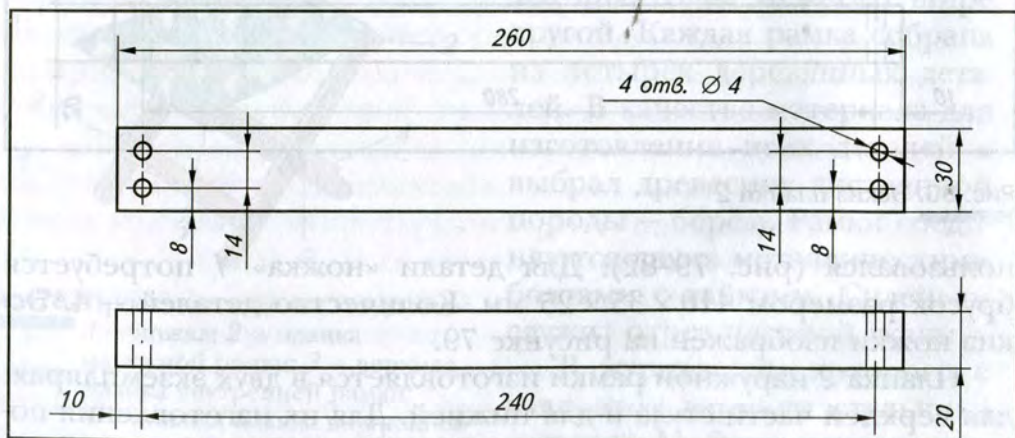

Рис. 82. Эскиз нижней планки 4
3. С помощью линейки, угольника разметить карандашом центры четырёх отверстий, выдержав размер 10 мм от торца бруска (см. рис. 82).